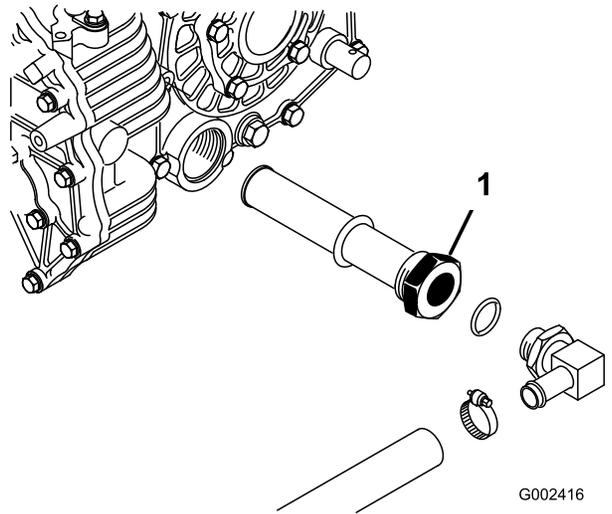

图74
3. 记下连接至液压油箱侧面滤网的液压油软管和 90°接头的方向图74。